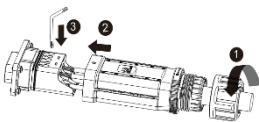

Fig. 11: Tilslut ledninger
- 1 Før det konfigurerede kabel gennem møtrik og dæksel (fig. 11 pos. 1 & 2), og fastgør iht. ledningernes rækkefølge på kontaktbæreren (fig. 11/pos. 3) med den medfølgende unbrakonøgle [$\times A_3 / \text{mm}$ 4,0 Nm].
- 2 Træk dækslet (fig. 11, pos. 3) over stikket, så hullet i dækslet er synligt (fig. 12).